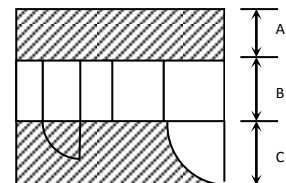

Figura 1. AREAS DE SERVICIO
- Las áreas de servicio para la instalación correcta de la máquina, deben tener las dimensiones que aparecen en la figura 1.
Para ubicar la Unidad Manejadora, tenga en cuenta dejar un área suficiente para hacer servicio. Recuerde que el eje del ventilador, el ventilador, el motor, el serpentín, los filtros, etc., requieren mantenimiento periódico. Las dimensiones puede encontrarlas en la Tabla 1, usando la Figura 1.